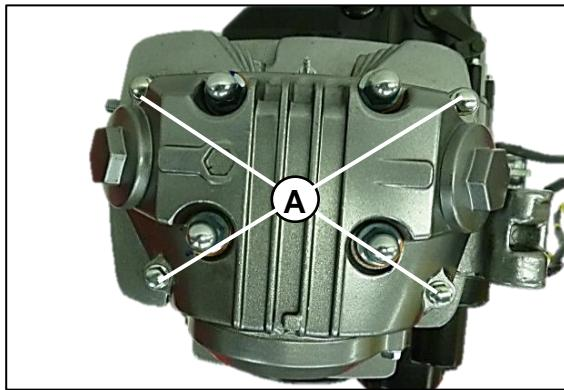

Fig. 10
Primero: remover los tornillos (A) en forma de X, se debe hacer uniformemente uno a uno. Fig. 10